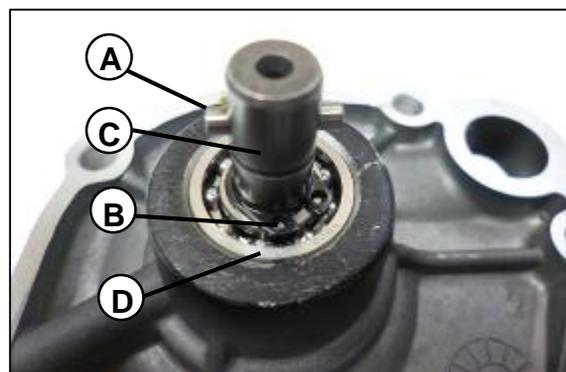

Fig. 24
Retire el pin (A) que bloquea el eje del impeler con el eje de balanceo, retire el pin candado (B) del eje, remueva el eje (C). Por ultimo retire la balinera (D) verifique su movimiento axial y radial. Si nota cualquier ruido o juego excesivo remplace el elemento. Referencia de la balinera (6900 C&U). **Fig. 24**